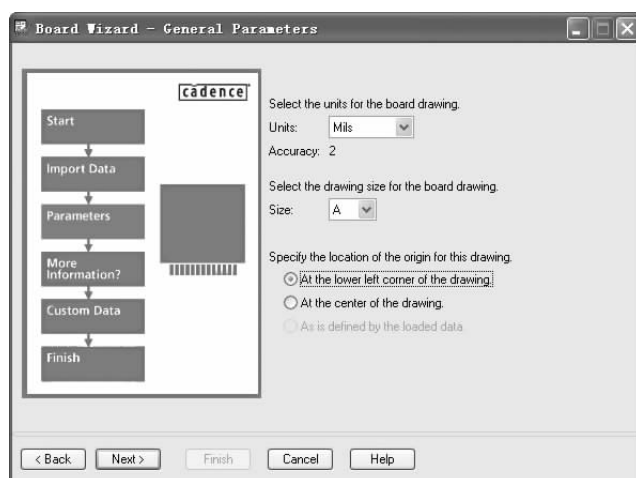

图 12-79 “Board Wizard - General Parameters (板向导模板)” 对话框
8) 单击 **Next >** 按钮, 进入图 12-79 所示的对话框。设置图样选项, 选择 Units (单位) 为 Mils、Size (工作区的范围大小) 为 A, 在 “Specify The location of the origin for this drawing (设定工作区的原点的位置)” 选项下选择 “At the lower left corner of the drawing (把原点定在工作区的左下脚)” 选项。